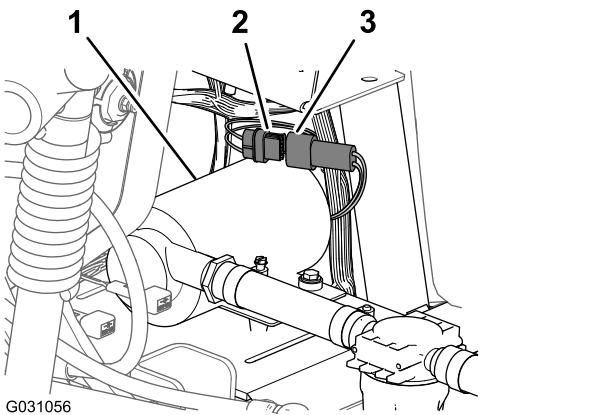

図 121
1. すすぎポンプハーネスの6ピンコネクタを、後方ハーネスの6ソケットコネクタ RINSE PUMP というラベルに接続する 図 121。